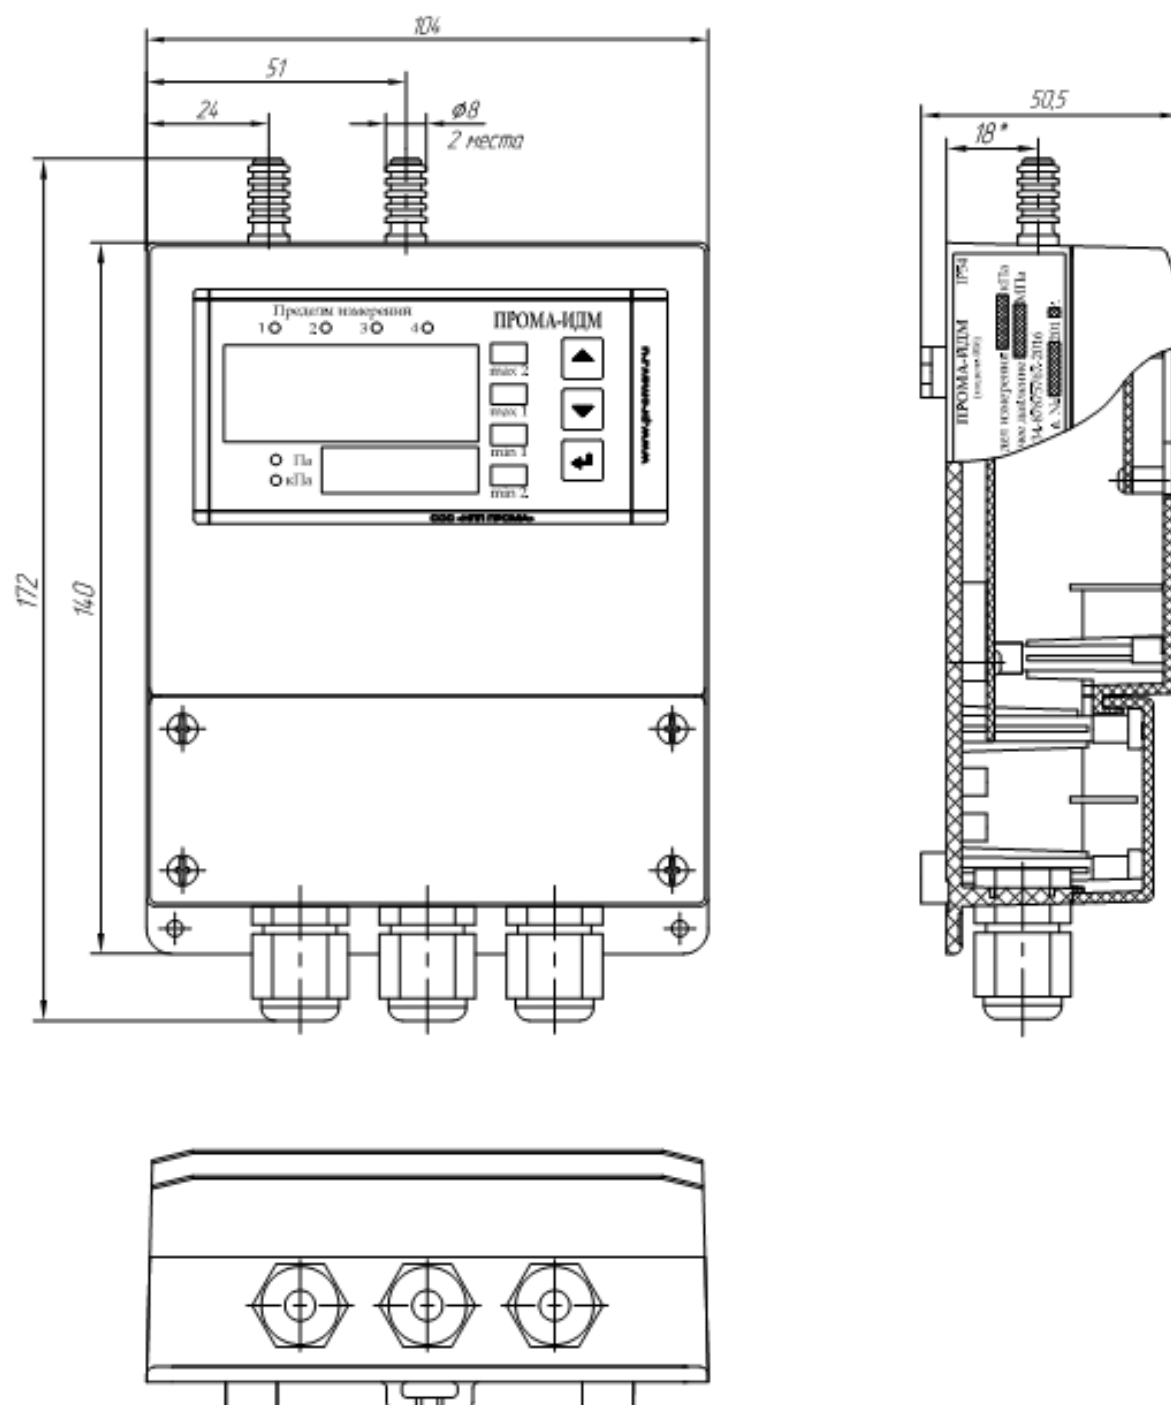

Рис. 2.2. Измеритель Пром-ИДМ-ДД Настенное исполнение на рабочее давление 0,1 МПа.
- Рис. 2.2. Измеритель Прома-ИДМ-ДД Настенное исполнение. Габаритный чертеж.